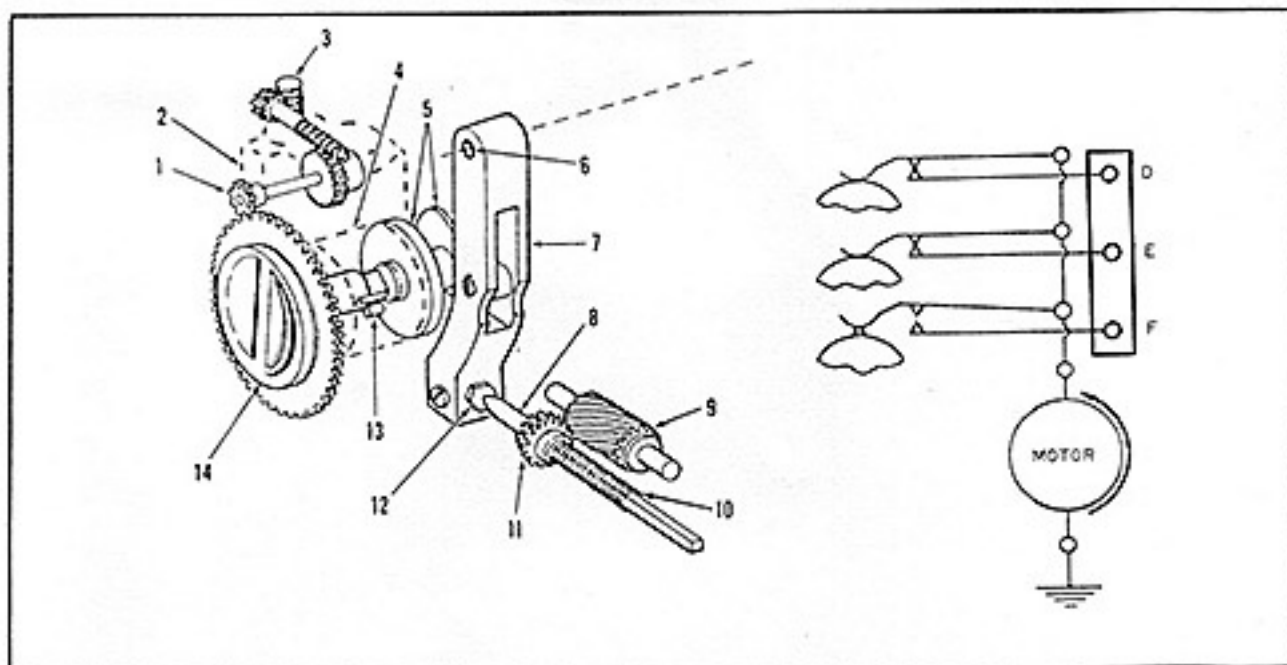

Abb. 1-4. Graphische Darstellung des Verschußeinstellwerkes mit Fernsteuerung.
1-16. Bei der Verschußeinstellung von Hand wird der Verschußeinstellknopf (14) in das Gehäuse eingedrückt (Abb. 1-4). Hierbei wird der Zahnkranz am Verschußeinstellknopf von dem Zahnrad (1) für die Fernsteuerung entkoppelt. Am Schaft des Verschußeinstellknopfes befindet sich eine Schlitzführung, die den flachen Ansatz der darunterliegenden Nockenwelle (5) aufnimmt. Durch Drehen des Verschußeinstellknopfes wird somit die Nockenwelle ebenfalls gedreht. Hierbei wird der Verschußeinstellhebel (7) vor- oder zurückgeführt. Durch die Vor- oder Rückwärtsbewegung des Verschußeinstellhebels wird die hintere Verschußscheibe durch Drehen eines Zahnrades verändert, d. h. die Verschußöffnung wird größer oder kleiner.
1-19. Ein Mitnehmerstift (13) an der Nockenwelle (Abb. 1-4) setzt sich in die Bohrung einer Unterbrecherrolle (4) ein. Beim Drehen der Nockenwelle wird somit die Unterbrecherrolle mitgeführt. An der Unterbrecherrolle befinden sich drei Einstellschrauben, welche zur Unterbrechung dreier, für sie bestimmter, elektrischer Kontakte dienen. Wird der jeweilige geschlossene Kontakt durch seine für ihn bestimmte Einstellschraube geöffnet, so wird der Stromkreis unterbrochen und der Motor steht still. Die gewünschte Verschußöffnung ist eingestellt.